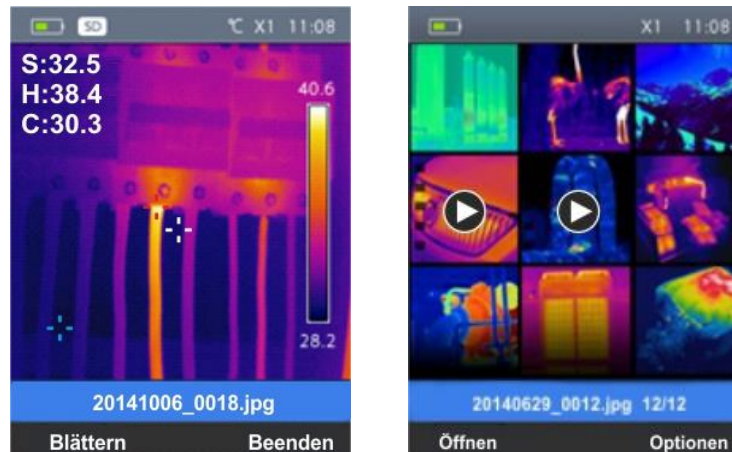

Abb. 31: Bild- und Videoaufruf im Display
1. Drücken Sie die Taste. Das Gerät zeigt das letzte gespeicherte Bild/Video im Display (siehe Abb. 31 – Linker Teil).
3. Drücken Sie “Blättern” für den Zugang zur Galerie der gespeicherten Bilder/Videos (siehe Abb. 31 – Rechte Seite).